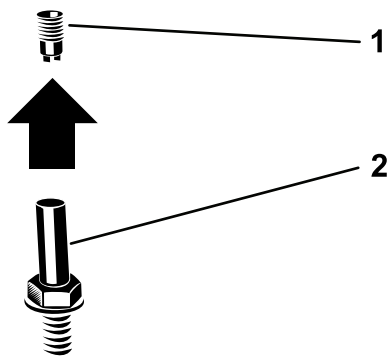

Figure 5
2. Retirez le connecteur de gyrophare de la douille (Figure 5).